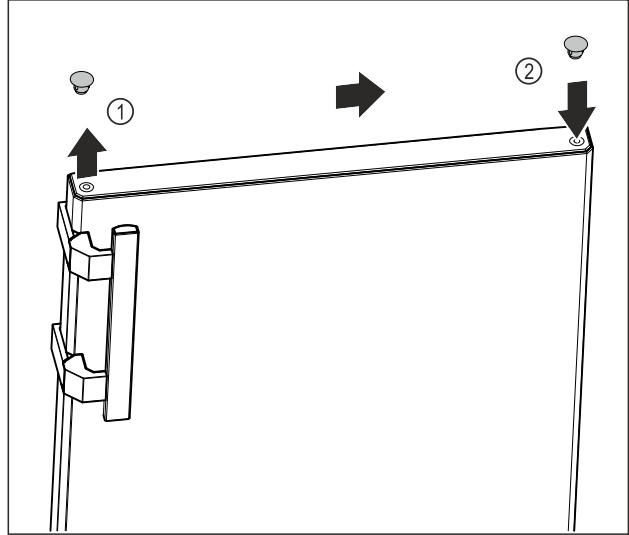

Fig. 18
- ▶ Kapaı üst tarafındaki Fig. 18 (1) kapatma tapalarını bir düz tornavida ile dikkatle yerinden kaldırın.
- ▶ Kapatma tapalarını diğer tarafa takın. Fig. 18 (2)